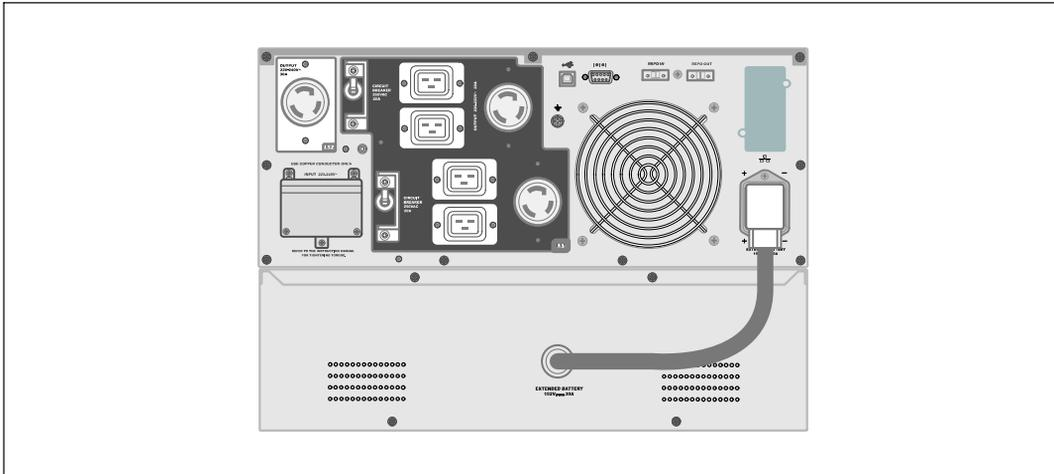

Figura 18. Instalación del EBM
- 1 Conecte el cable del EBM en el conector de la batería de la UPS (consulte la Figura 18).